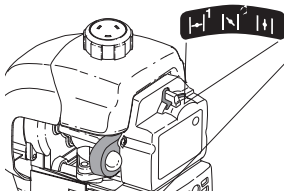

Fig. 7
3. Oprima completamente el cebador y suéltelo 10 veces. Hágalo lentamente. Se deberá ver un poco de combustible en el cebador y en las tuberías de alimentación de combustible (Fig. 7). Si no puede ver el combustible en el cebador, oprímalo y suéltelo tantas veces como sea necesario hasta que vea combustible en el mismo.
4. Coloque la palanca azul en **Posición 1** (Fig. 7).
9. Una vez que se haya calentado el motor, coloque la palanca azul del obturador en la **Posición 3** (Fig. 7). La unidad está lista para usarse.
SI... El motor titubea, regrese la palanca del obturador a la Posición 2 (Fig. 7) y siga calentándolo.